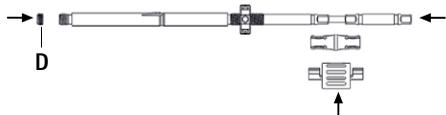

Рис. 11
- ▶ Вставить отвертку во внутреннюю втулку, закрепить фиксирующим элементом и установить блокирующий винт D, см. Рис. 11.